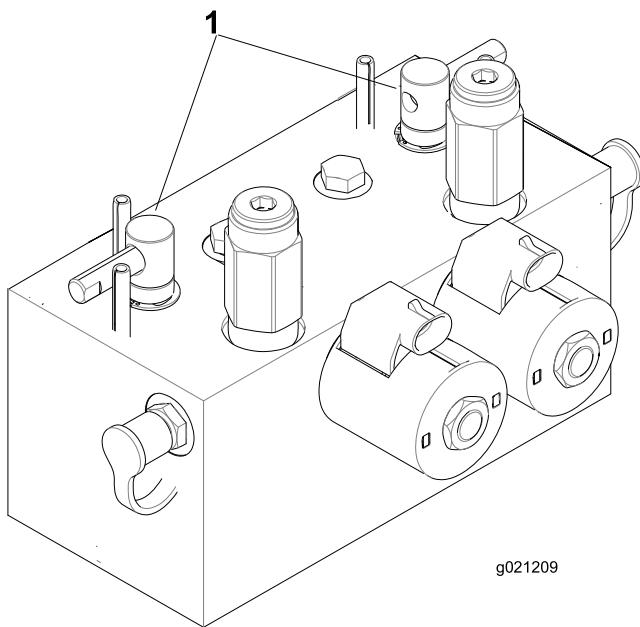

Figura 93
- Desbloqueie e levante o banco para expor as alavancas de retificação (Figura 93).
- Selecione as alavancas de retificação dianteiras, traseiras ou ambas para determinar quais as unidades a retificar (Figura 93).